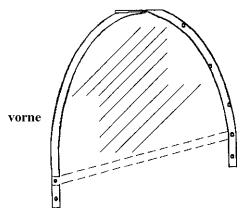

Abb. 1
Vorne befinden sich die Seitenrohrbügel ohne zusätzlich angebrachte Löcher (Abb. 1).
1. Insert the rounded side tubes (30) into the pockets of the side plastic (53) from above. At the front there are no additional holes for the rounded side tubes (Fig. 1).
1. Placez d'en haut les étriers tubulaires latéraux (30) dans les poches de la bâche latérale (53). Les étriers tubulaires latéraux se trouvent à l'avant, ils n'ont pas de perçages supplémentaires (fig. 1).
Davanti si trovano i tubolari arcuati senza fori applicati addizionalmente (Fig.1).